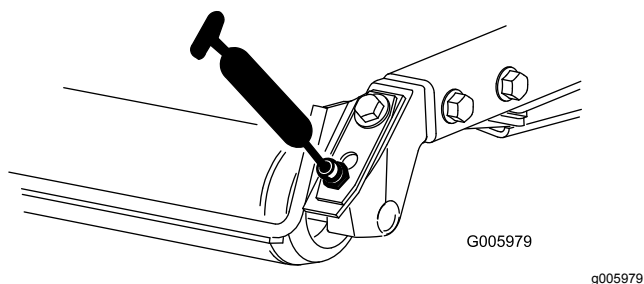

Figura 28
- Cuscinetti a rulli posteriori (2 per apparato di taglio) (**Figura 28**)